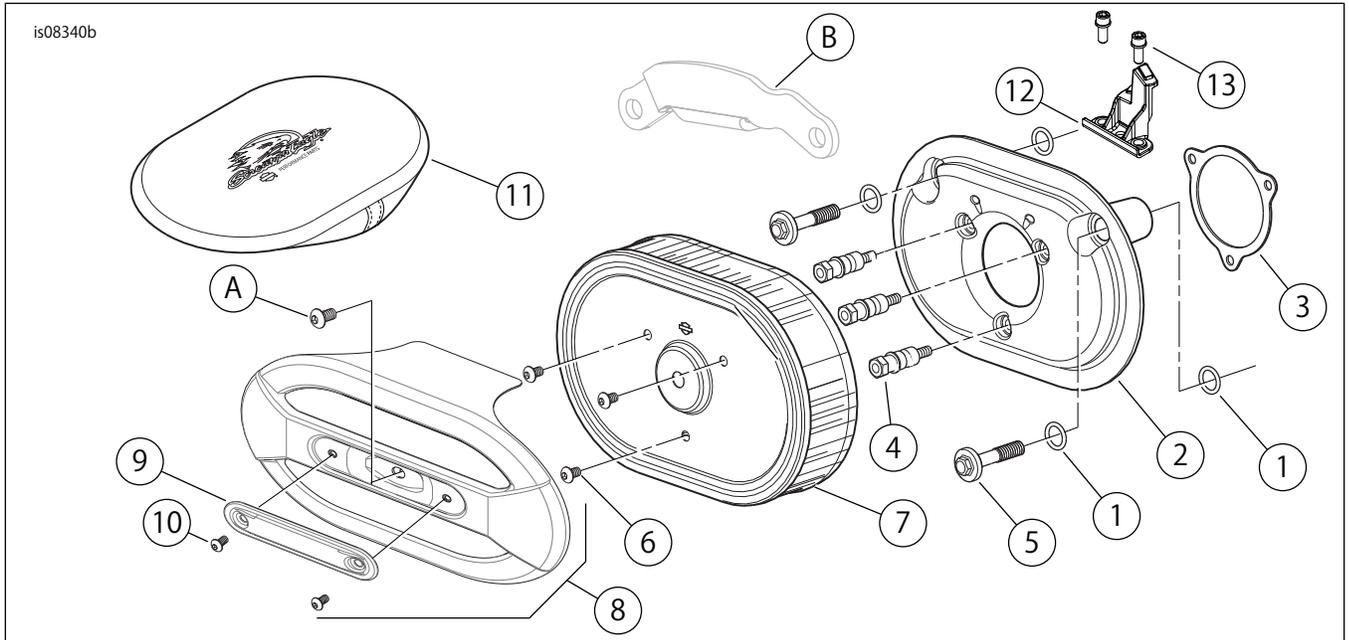

図3。交換用パーツ:Screamin' Eagleベンティレーターエリートパフォーマンスエアクリーナーキット
「図3」および「表1」を参照してください。
- 「図3」を参照してください。ACRクリップ(12)とスクリュー(13)を取り付けます。スクリューを3.4-4.5 N・m (30-40 in-lbs)のトルク値で締め付けます。
- 「図3」を参照してください。キットの鏡面仕上げTORX®スクリュー(6)を3本使ってエアクリーナーマウントスタッド(4)にエアフィルターエレメント(7)を固定します。スクリューを6.2-6.8 N・m (55-60 in-lbs)のトルク値で締め付けます。
- 「図3」を参照してください。エアクリーナーカバー(8)を外し、フィルターエレメント(7)を8,000 km (5000 mi)毎、または埃の多い所ではより頻繁に点検してください。